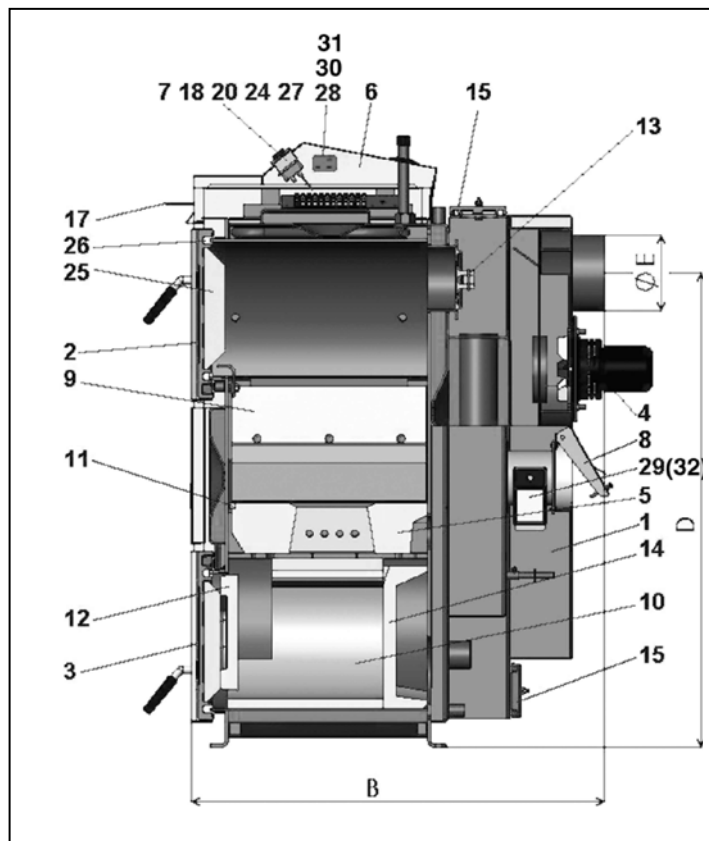

Abb. 20
- Vor dem Nachfüllen während des Betriebes ist zuerst der Anheizschieber (Abb.20, Pos. 17) zu öffnen. Danach die Fülltür ca. 3 cm öffnen. Nach weiteren 5-10 Sekunden vollständiges Öffnen der Fülltür. Nach erfolgter Beschickung muss Tür und danach der Anheizschieber sofort wieder geschlossen werden.
2. Öffnen Sie die Anheizklappe, indem Sie die Zugstange herausziehen (Abb. 20, Pos. 17).